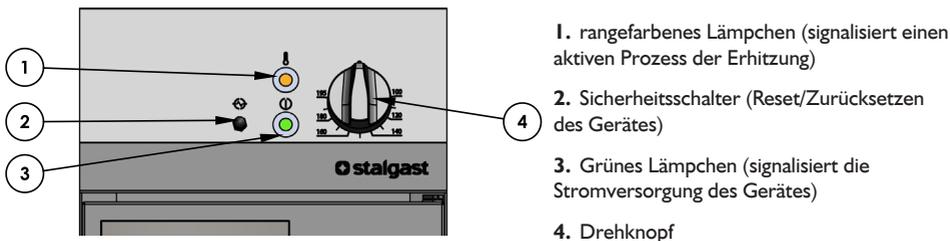

Bild 8 Die Steuerungselemente des Gerätes
- Im Falle einer Überhitzung der Heizelemente der Fritteuse geht der Sicherheitsthermostat aus, in solchem Falle sollte man nach dem Abkühlen des Öls den Knopf „RESET“ benutzen, der sich hinter der Blende befindet (Bild 8, Pos. 2).